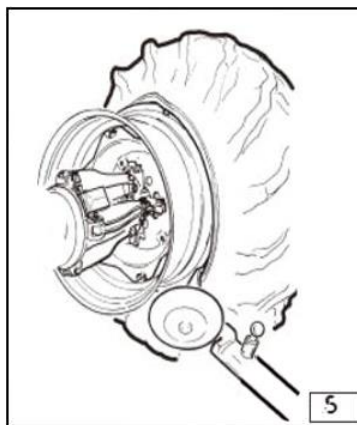

Рисунок 28
- Передвигайте рычаг вперед, пока красная точка не окажется на одной линии с внешней кромкой обода на расстоянии 5мм от него (см. рис.28).